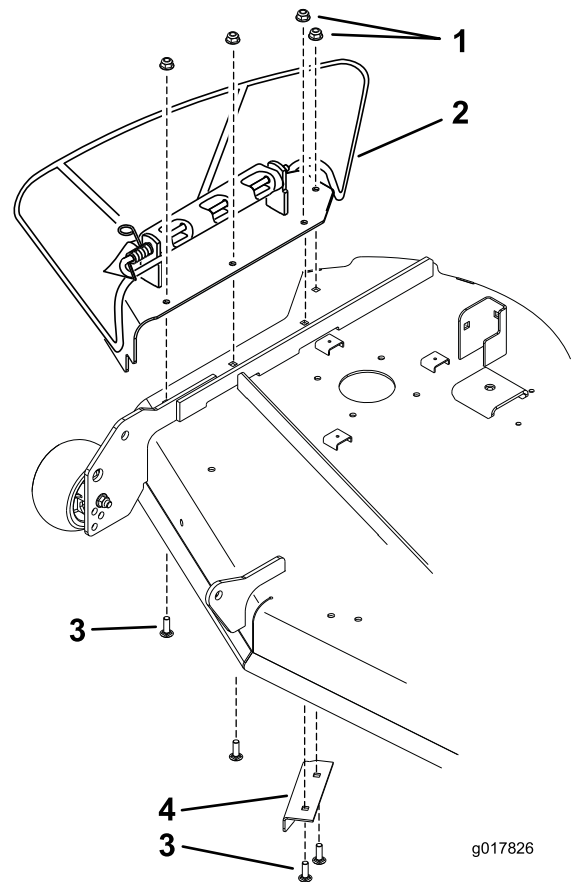

Figura 24
1. Retire el conjunto de la placa que incluye el conducto de descarga lateral (Figura 24). Guarde estos herrajes y el conjunto de la placa.
2. Retire el deflector existente situado debajo del lado derecho de la carcasa de corte (Figura 24). Guarde el deflector y los herrajes.